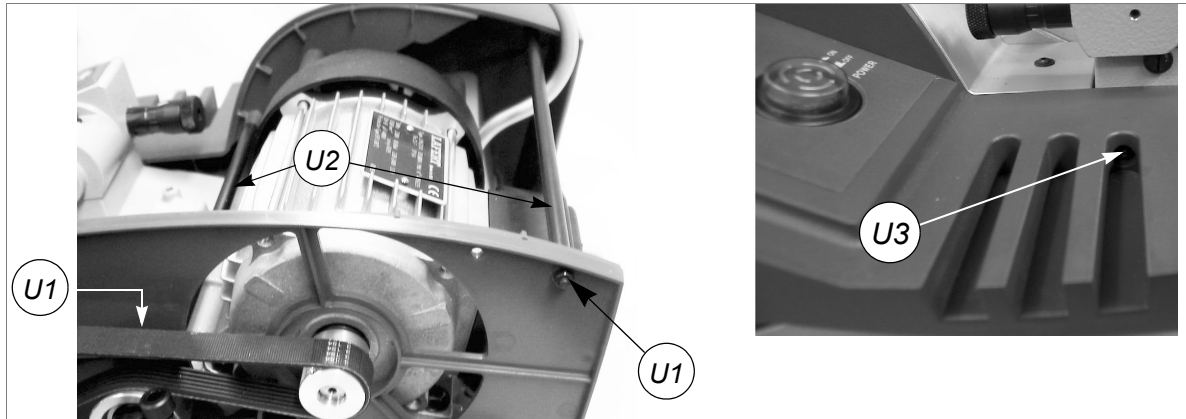

Fig. 38
- 6) Draai de moeren (U1) van de trekstangen (U2) los en verwijder deze samen met de ringetjes (fig.38, pag.26).
- 7) Draai de trekstangen (U2) los en verwijder ze (fig.38).
- 8) Draai de schroef (U3) van het linker carter los (fig.38).